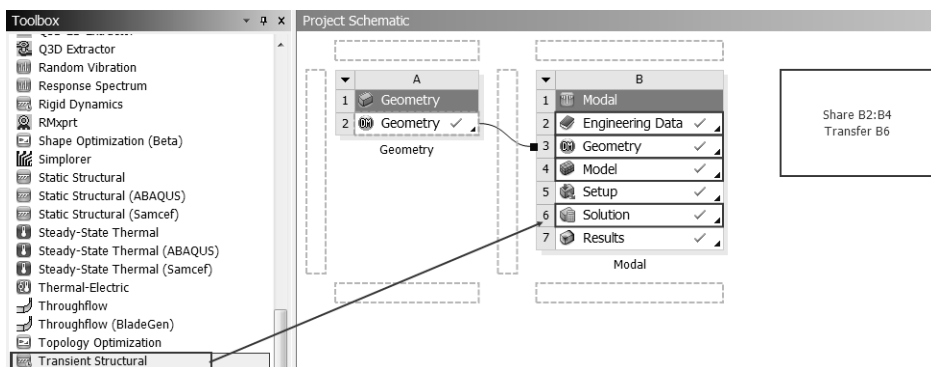

图 9-70 瞬态动力学分析
Step1：回到 Workbench 主界面，如图 9-70 所示，选择 Toolbox（工具箱）中的 Analysis Systems Transient Structural（瞬态分析）命令不放，直接拖曳到项目 B（Modal）的